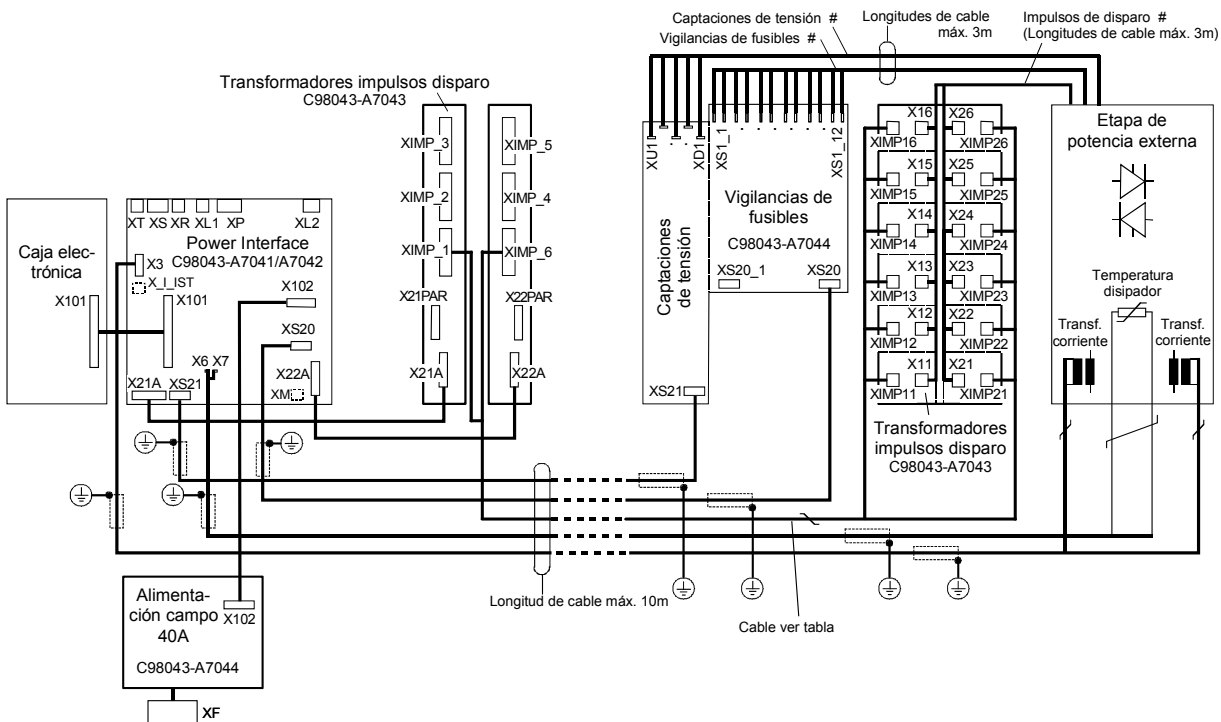

Fig. 6.4.3
3. Semicaja posterior y semicaja frontal montadas una sobre otra o separadas, tarjetas C98043-A7043 y C98043-A7044 dividida (transformadores de impulsos de disparo, medidas de tensión y vigilancias de fusibles montados en la etapa de potencia), la alimentación de campo permanece en la semicaja (Fig. 6.4.3)